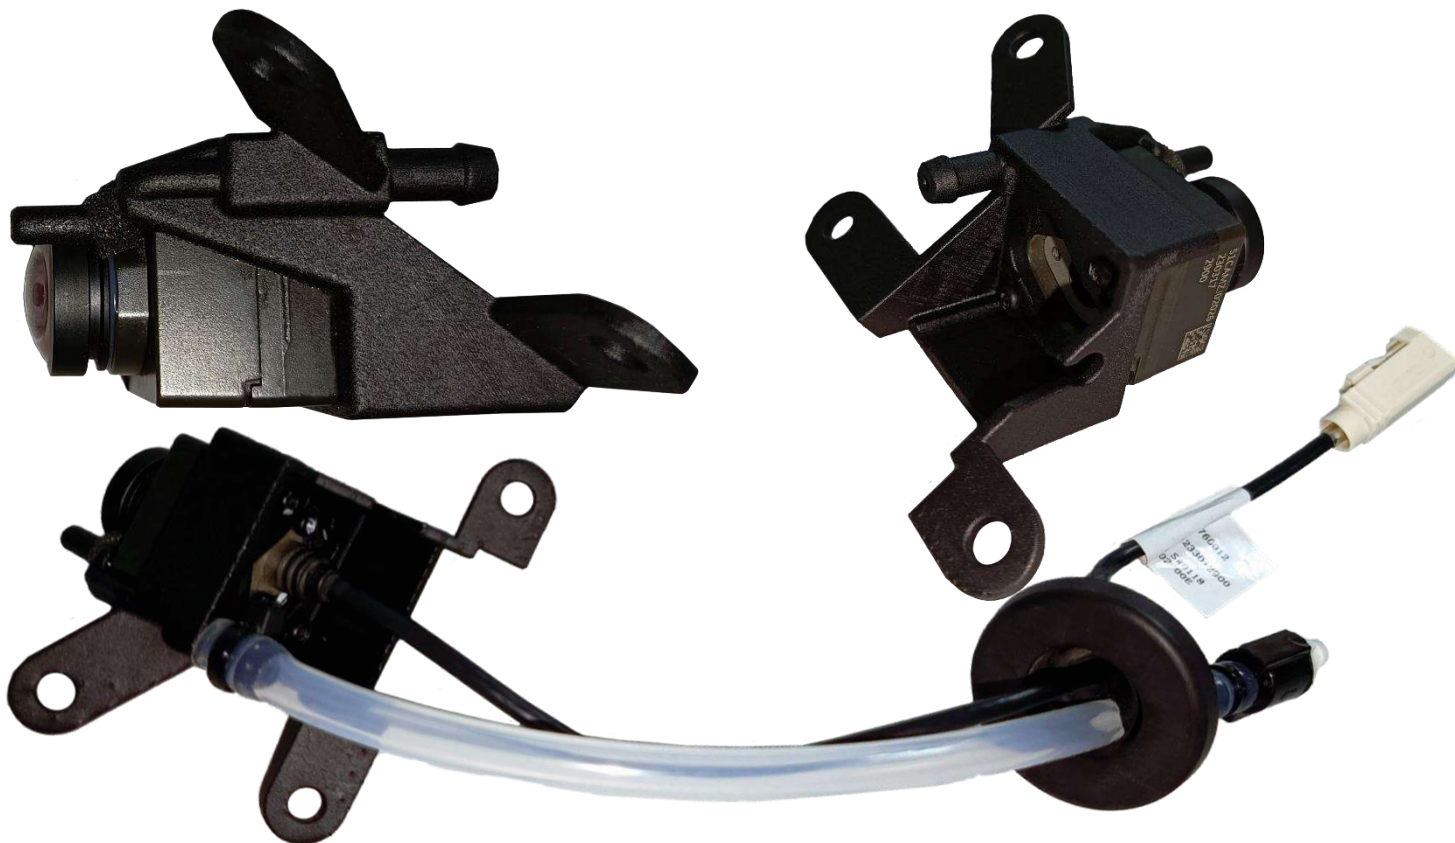

Рисунок 2
- установить обратный клапан на расстоянии 15-20 см от омывателя, стрелкой по направлению потока омывающей жидкости, места соединений зафиксировать пластиковыми стяжками (рис.2);